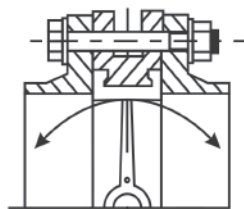

Рис. 2 (неправильно)
6. В случае использования фланцев с внутренним диаметром больше номинального диаметра затвора фланцы не будут полностью закрывать седловое уплотнение, что может привести к повреждению и деформации седлового уплотнения (рис. 2).